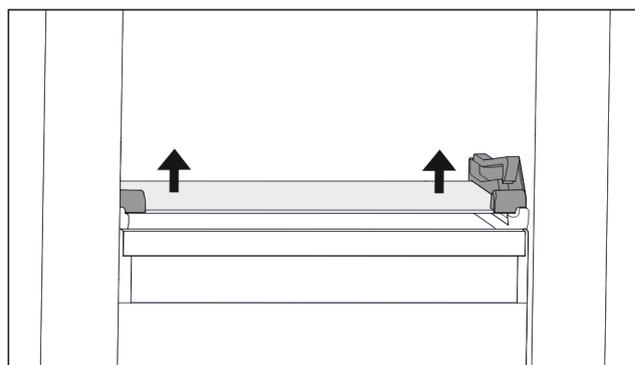

Fig. 107 Staklena ploča nagibne ladice
- ▶ Pritisnite staklenu ploču odozdo s obje strane prema gore. (pogledajte Fig. 107)